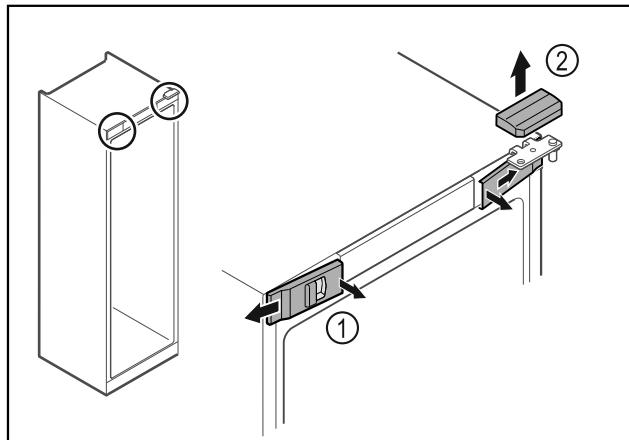

Fig. 9
- Atbrīvojiet priekšējos pārsegus Fig. 9 (1) iekšpusē un noņemiet uz sāniem.
- Noņemiet augšējo pārsegu Fig. 9 (2) uz augšu.